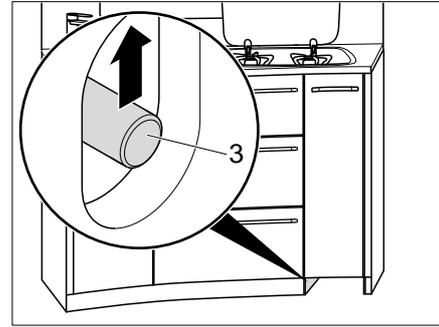

Bild 121 Küchenschubläden entriegeln
- Schubstange (Bild 121,3) nach oben schieben.